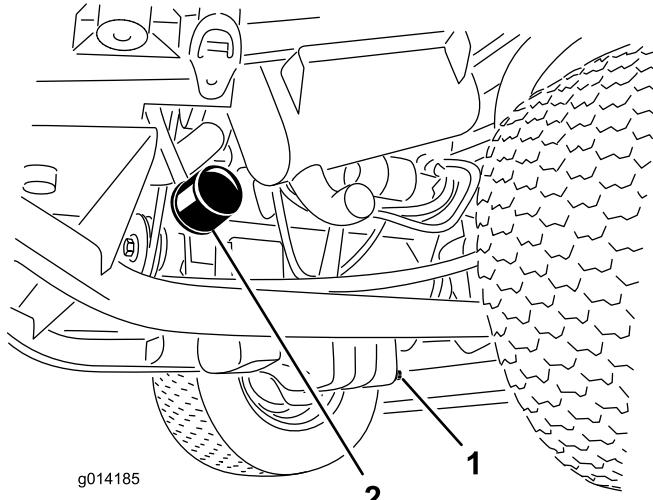

Figura 34
- Retire el tapón de vaciado (Figura 34) y deje fluir el aceite a un recipiente apropiado.
- Retire el filtro de aceite (Figura 34).